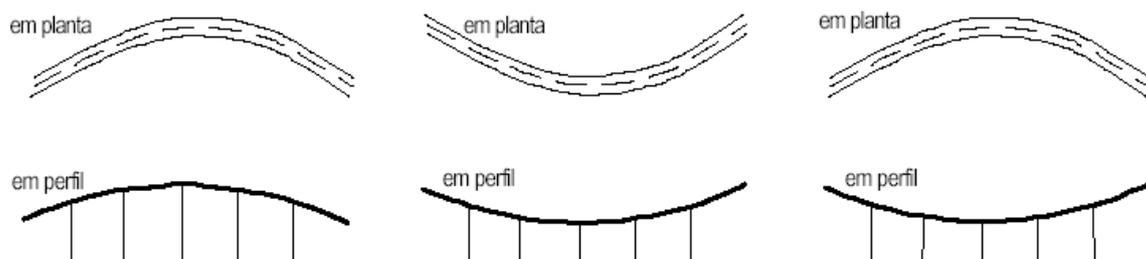

FIGURA 1.03 – Coordenação de curvas horizontais e verticais (Fonte: Lee, 2000).
- O vértice da curva horizontal devem coincidir ou fica próximo ao vértice da curva vertical. A curva horizontal deve iniciar antes da curva vertical. A figura 1.03 apresenta 3 combinações desejadas entre curvas horizontais e verticais.